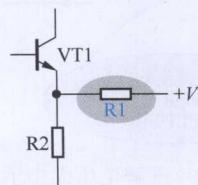

图 1-5 直流电压供给电路之二
(2) 同类电路分析之二。图 1-5 所示是另一种直流电压供给电路, 这一电阻直流电压供给电路工作原理是: 通过 R1 将直流电压 +V 加到 VT1 发射极。